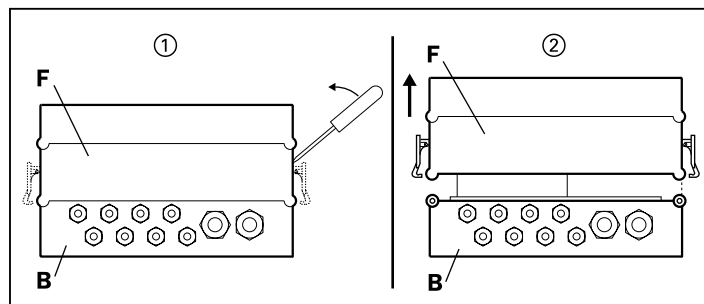

Fig. 4-1: Involucro IP 65, togliere il coperchio dell'involucro
1. Aprire le cerniere di serraggio con un cacciavite ① e togliere il coperchio dell'involucro ② (vedere fig. 4-1).